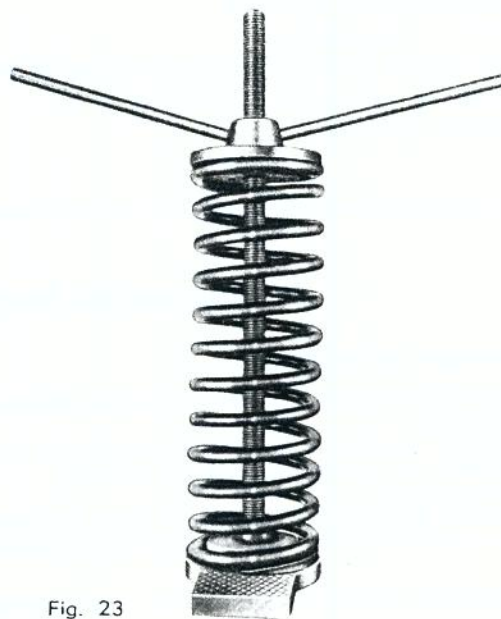

Fig. 23
- Para colocar a mola, utilize a ferramenta para comprimir a mola, conforme vemos na fig. 23. Estas ferramentas são fabricadas pela NAHUEL DO BRASIL S. A., estabelecida à rua Peixoto Gomide, 1.944 — São Paulo - SP.